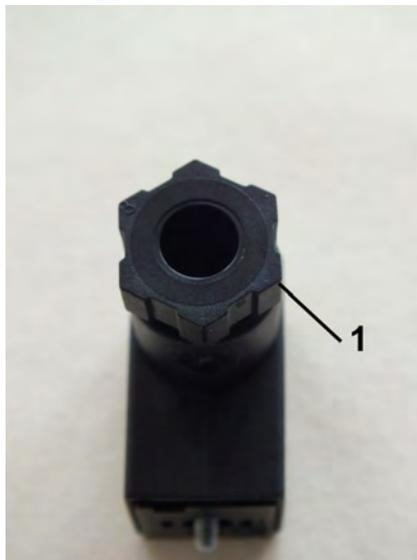

Abb. 23: Verschraubung lösen
4. ➤ Verschraubung ( Abb. 23/1) durch drehen nach links lösen
8. ➤ Verschraubung ( Abb. 23/1) durch Drehen nach rechts wieder anziehen